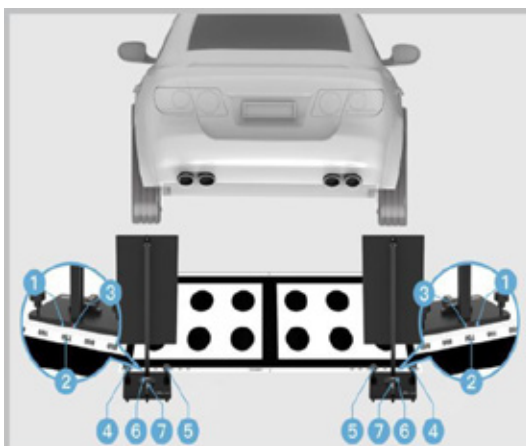

Abbildung 3-48 Positionieren und Einstellen der Kalibrierwerkzeuge
4. Platzieren Sie die beiden zusammengebauten Kalibrierungswerkzeuge in der in Abbildung 3-48 gezeigten Position. Vergewissern Sie sich, dass die Seite (①) mit der markierten Linie an der Basis des Zieltafelträgers mit der Kante des Lineals (②) auf dem Muster übereinstimmt.
5. Bewegen Sie den Zieltafelhalter nach links oder rechts, um die markierte Linie (③) auf 775 auf dem Lineal (②) auszurichten.
6. Drehen Sie die Bolzen (④) und (⑤) so, dass die Blasen in den Wasserwaagen (⑥) und (⑦) zentriert sind.